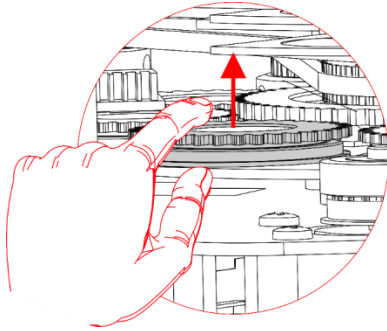
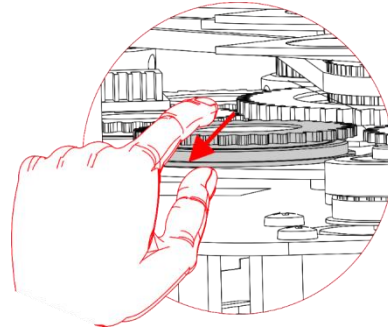

Fig. 14
Fig. 15
- 06) Levante el portagobos ligeramente con cuidado y sáquelo de la rueda de gobos giratoria como se indica en las Fig. 14 y Fig. 15.